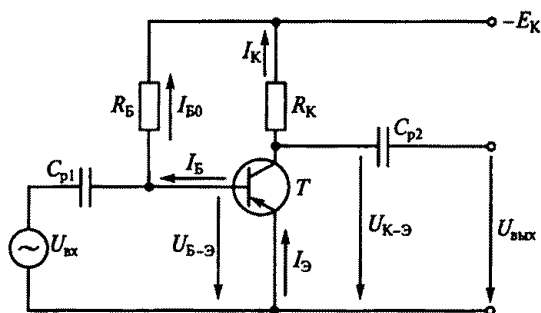

Рис. 202
8.17. Какими электрическими параметрами определяется сопротивление R_B резистора на рис. 202?
8.18. Усилительный каскад с общим эмиттером (см. рис. 202) должен работать с минимальными искажениями сигнала (класс А). При каком условии это требование выполняется?
трансформаторной связью. Сравнить эту схему со схемой усилителя с RC -связью, показанной на рис. 202. Какая из этих схем будет характеризоваться меньшими частотными искажениями?